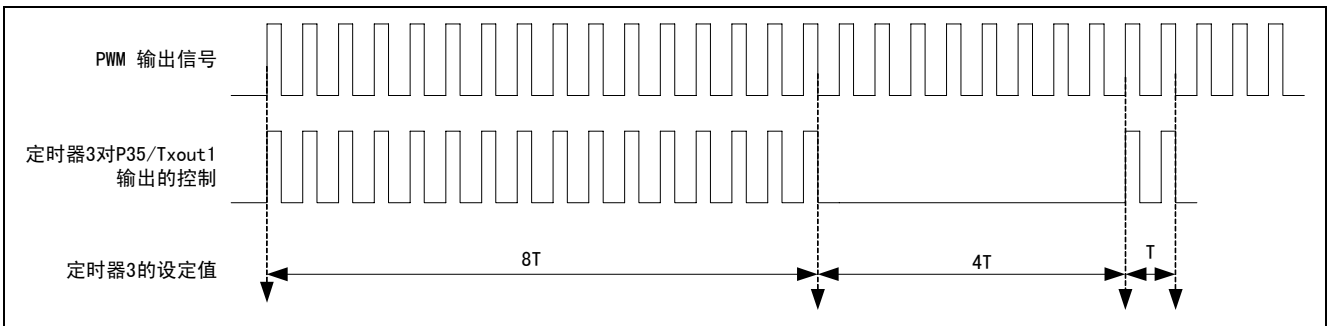
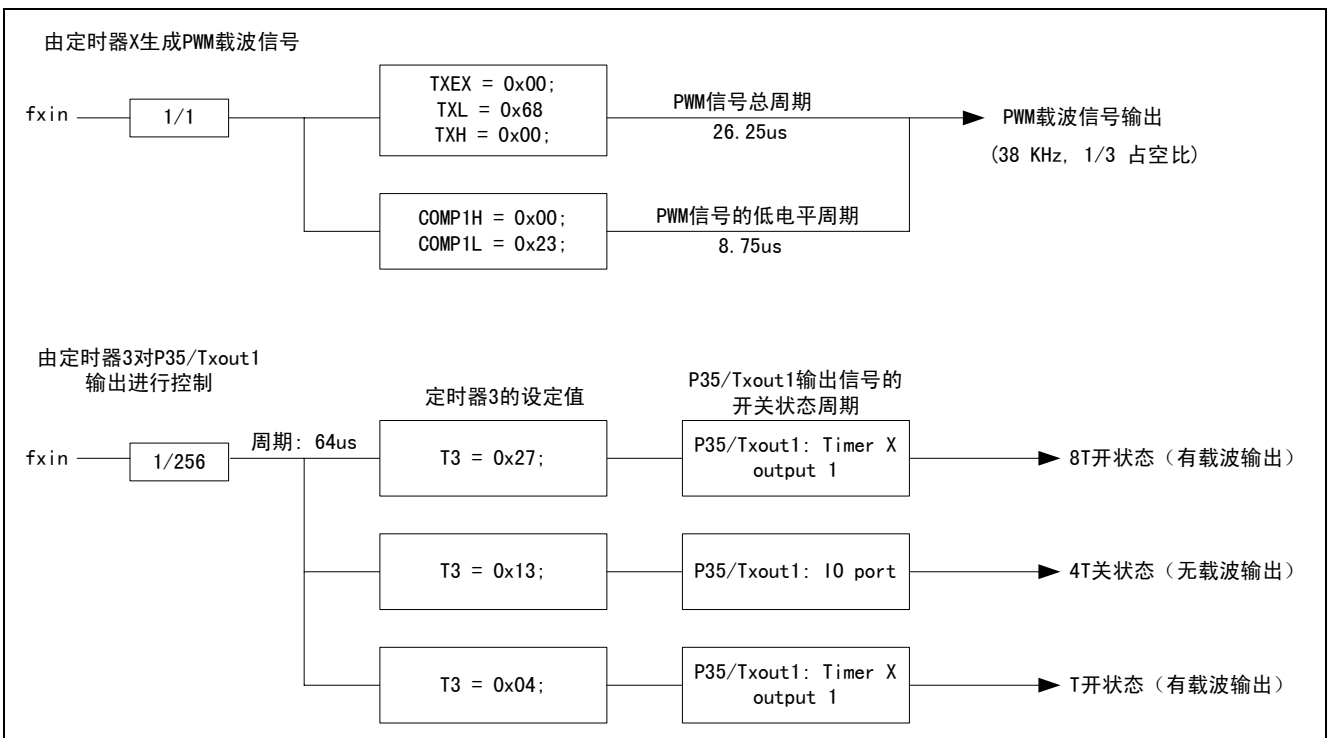

图 1. 定时器 3 对 PWM 信号输出的控制
图 2. 定时器的关系及分频比
- 下图 1 为定时器 3 对 PWM 信号输出的控制, 图 2 为定时器的关系及分频比。